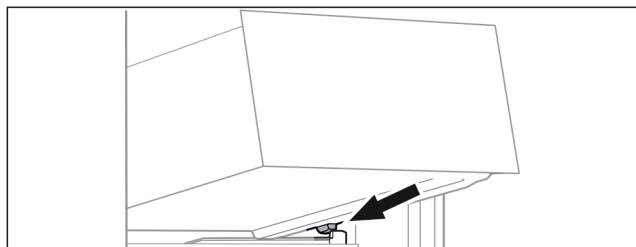

Fig. 68
- ▶ Nasadte zásuvku šikmo za zářezky na žebrování na nádoby. (viz Fig. 68)